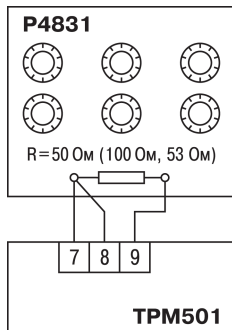

Рисунок 8.1 – Схема подключения
1. Подключить ко входу (клеммы 7 – 9, см. *рисунок 8.1*) прибора вместо датчика магазин сопротивлений типа Р4831 (или подобный ему с классом точности не ниже 0,05) по трехпроводной линии. Сопротивления проводов в линии должны быть равны друг другу и не превышать 15 Ом.